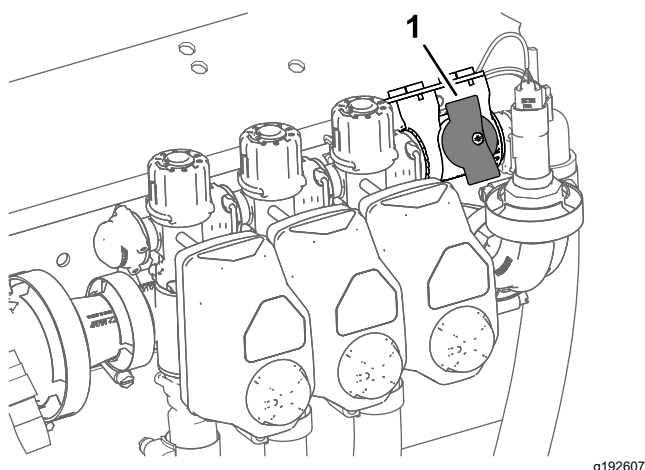

Figura 39
2. Gire el mando de la válvula de cierre del circuito de desvío a la posición de cerrado (Figura 39).